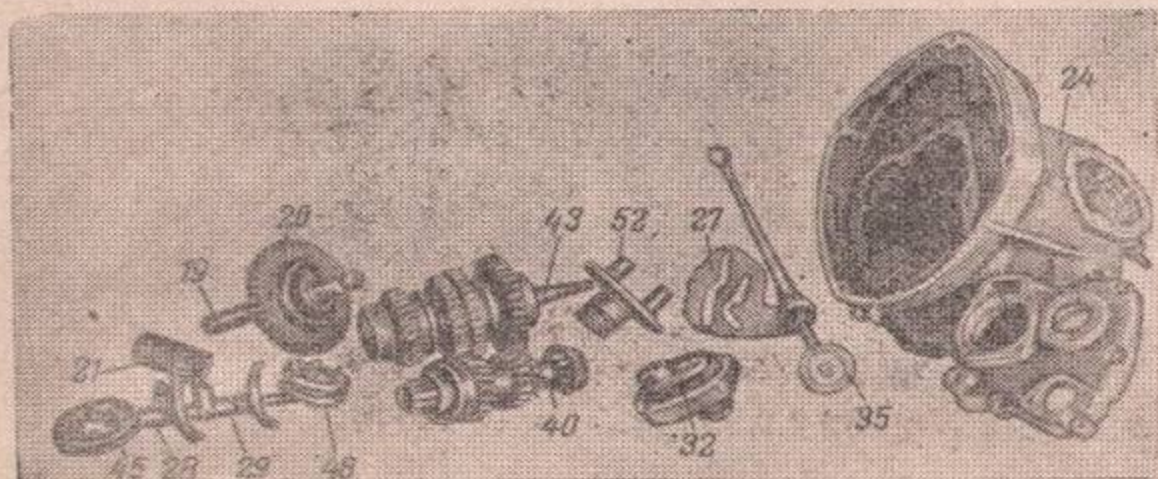

Рис. 25. Детали коробки перемены передач:
1. При переключении с высшей передачи на низшую (с четвертой на третью, с третьей на вторую и со второй на первую), т. е. при нажатии на качающуюся педаль ножного переключения носком в нижнее крайнее положение, сектор переключения передач 27 (рис. 25) перемещается недостаточно, и фиксирующая лунка на окружности сектора переключения не доходит до шарика стопора; это можно обнаружить, держа рукой рычаг ручного переключения, при нажатии на педаль ножного переключения до упора, при этом ручной рычаг легко переместится несколько назад или вперед, и только после этого зафиксируется положение нужной передачи.